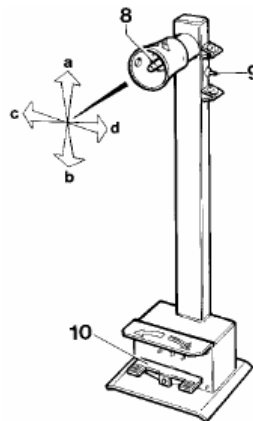

Рисунок 7
Мобильная стойка управления (рис.7) позволяет оператору выбрать рабочее положение, наиболее удобное для каждого из случаев. На этой стойке сконцентрированы все команды, а именно: *манипулятор 8*, (рис.7) в положении «а» поднимает кронштейн самоцентрирующей цанги; в положении «b» - его опускает; в положении «с» приближает инструментальную каретку и мобильную платформу к самоцентрирующей цанги; а в положении «d» - отдаляет.
- *выключатель 9*, (рис.7): при повороте вверх открывает зажимы самоцентрирующей цанги (блокирует); при повороте вниз закрывает зажимы (деблокирует).
- *педаль 10*, (рис.7): при нажатии на правую или левую сторону вращает самоцентрирующую зажимную цангу соответственно направлению стрелок.